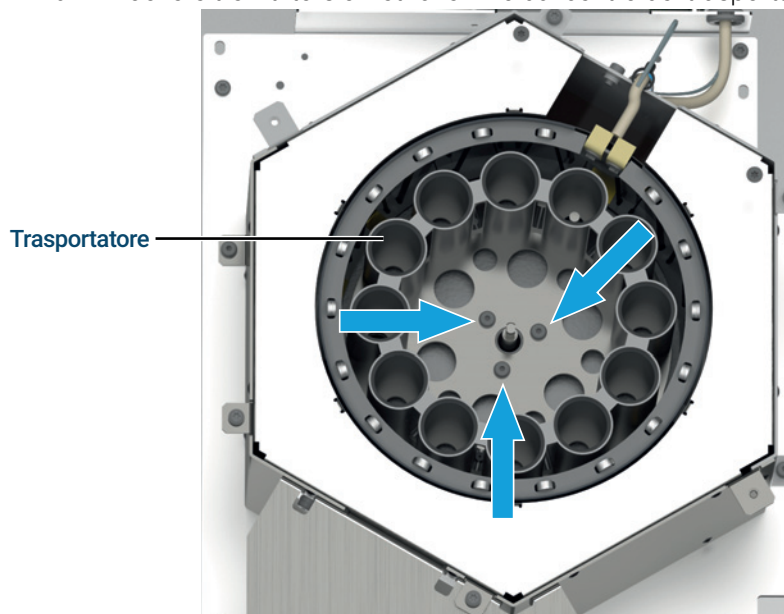

Figura 15. Rimozione del trasportatore
- b Rimuovere tre viti torsionometriche T-20 dal centro del trasportatore (Figura 15).